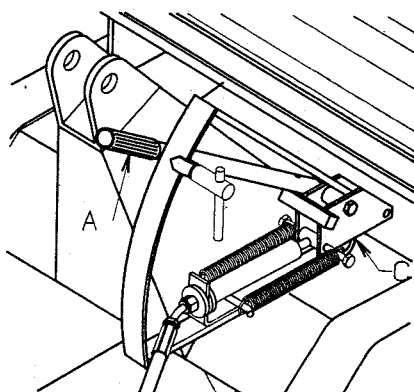

Fig. 10
Mængdeindstillingshåndtaget A spændes fast ind imod skalabuen ud for den mængdeindstilling, som spredetabellen foreskriver. (Fig. 10)
Tighten the rate adjustment handle (A) against the scale opposite the rate adjustment given in the spreading table. (Fig. 10).
Stellen sie den Einstellhebel (A) auf den in der Streutabelle angegebenen Wert ein. (Fig. 10).
Placer et bloquer le levier (A) en face de la graduation de l'échelle de débit selon l'indication de la réglette. (Fig. 10).